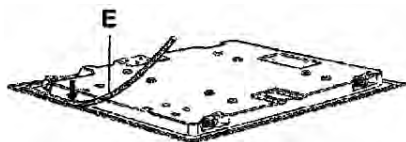

Рисунок 8.
- Расположите изоляционные полосы по краю варочной поверхности так, чтобы они образовали замкнутый периметр (рисунок 8). Следите за тем, чтобы полосы соединялись друг с другом (в стык), не накладываясь друг на
периметру укладки полос (рисунок 8).